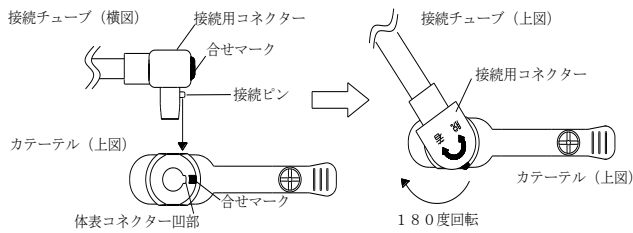
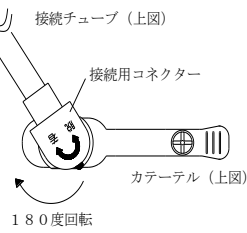

図 19
図 20
- ①投与方法により、付属の接続チューブを選択して使用する。
- ②栄養剤等の投与の直前にカテーテルを軽く引っ張り、カテーテルの逸脱・異常がないか確認する。
- ③接続チューブのクランプを確実に押し込み、接続チューブを閉鎖する。
- ④カテーテルのキャップを開き、接続用コネクタと体表コネクタの“合せマーク”同士を合わせて押し込み(この時、接続チューブの接続ピンが体表コネクタ凹部に挿入される)、接続用コネクタを右に約180度回転させて接続する(図19、図20)。
- ⑤クランプを開放し、接続チューブのファネル側から5~10mLの微温湯によりフラッシングする(持続投与タイプ及びボラス投与タイプは、片側のキャップ(紫)を閉める)。
- ⑥再度、接続チューブをクランプし、接続チューブを閉鎖する。
- ⑦接続チューブのファネル側に栄養ラインを接続後、クランプを開放して栄養剤等を投与する。